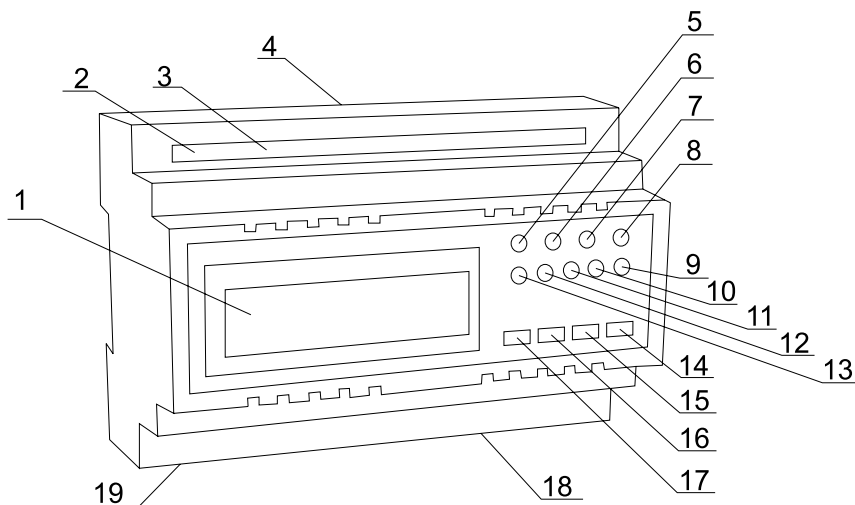
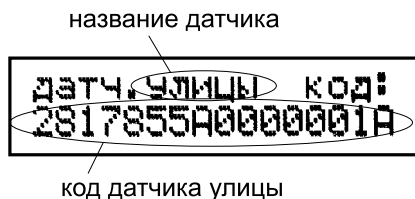

Рис.3.1. Расположение органов управления, контроля, гнезд подключения.
Рис.4.1. Экран кода датчика температуры уличного воздуха
Контроллер изображен на Рис.3.1. С нижней стороны располагаются разъемы подачи питания на контроллер (19) и разъемы силовых линий для подключения управляемых устройств (18).
Для вхождения в режим программирования следует тонким, желательно неметаллическим, предметом аккуратно нажать кнопку технологического режима внутри корпуса (поз.2 Рис.3.1), и не отпуская ее, нажать кнопку “меню” (поз.17 Рис.3.1). При вхождении в технологическое меню на экране высветится окно установки кода датчика температуры уличного воздуха (Рис.4.1). Для всех датчиков вид окна и принцип работы с ним абсолютно